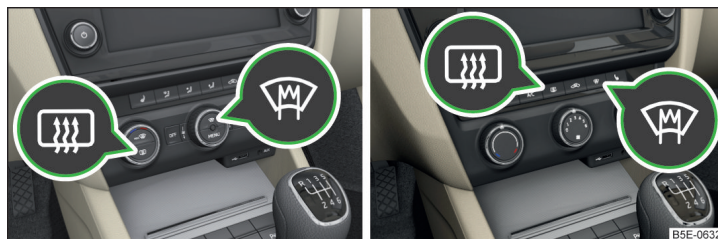

Fig. 53 Taste pentru încălzirea parbrizului și lunetei: Climatronic / instalație de climatizare manuală, încălzire
**Butoane pentru încălzire (în funcție de dotarea autovehiculului) » fig. 53**